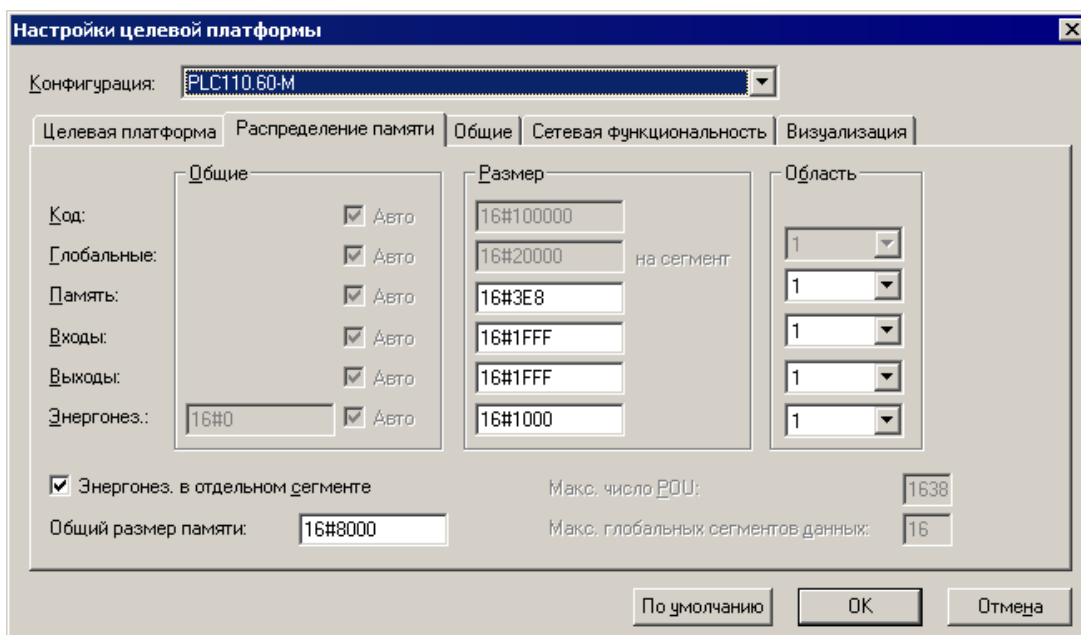

Рисунок 3.5 – Окно «Настройки целевой платформы (Target Setting)», вкладка «Распределение памяти (Memory Layout)»
- 4) В открывшихся вкладках окна «Настройки целевой платформы (Target Setting)» отображаются установленные производителем значения параметров целевой платформы (рисунок 3.4, в). Как правило, установленные производителем значения параметров не требуют изменения. Исключения могут составить размеры сохраняемой при отключении питания Retain-памяти и памяти входов/выходов. По умолчанию размер сохраняемой при отключении питания Retain-памяти установлен равным 4 кБ, но при необходимости может быть увеличен до 16 кБ. Для того, чтобы увеличить размер Retain-памяти, следует перейти на вкладку «Распределение памяти (Memory Layout)» окна «Настройки целевой платформы (Target Setting)» (см. рисунок 3.5), и исправить значение в строке Retain («Энергонез.»): значение «16#1000» заменить на «16#4000».
- Для того, чтобы увеличить размеры памяти входов/выходов, следует перейти на вкладку «Распределение памяти (Memory Layout)» окна «Настройки целевой платформы (Target Setting)» (см. рисунок 3.5), и исправить значение в строках «Входы»/ «Выходы»: значение